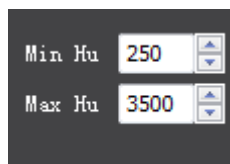

Рисунок7-19 Изменение диапазон предельных значений КТ
3. Изменить относительный диапазон предельных значений КТ, как это показано на Рисунок7-19.